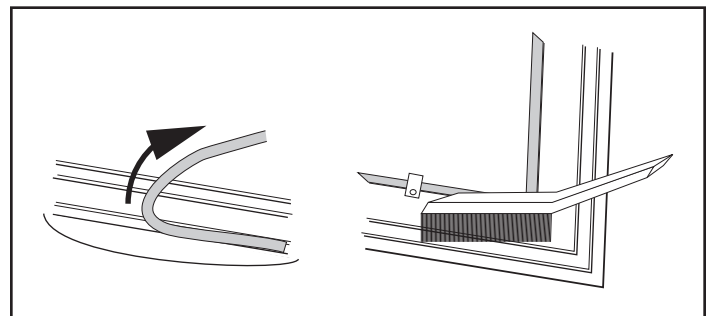

Figure 3,4 - Enlever le joint et nettoyer la rainure à l'aide d'une brosse métallique.
1. Pour enlever le joint existant, saisissez-le par une extrémité et tirez fermement (Figure 3,4).
- Utilisez une brosse métallique ou la pointe d'un tournevis pour nettoyer la rainure et enlever les résidus de ciment et de joint. Enlevez les dépôts récalcitrants de ciment à l'aide d'un ciseau si nécessaire (Figure 3,4).